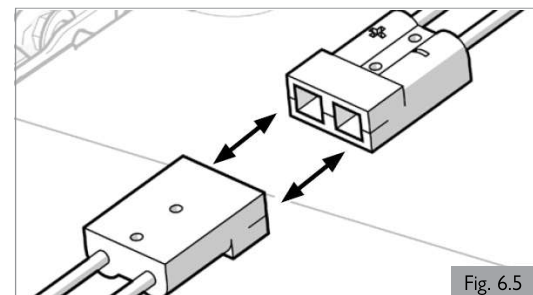

Fig. 6.5
6. Débranchez les 2 connecteurs à broches Andersen de chaque batterie (Fig. 6.5).